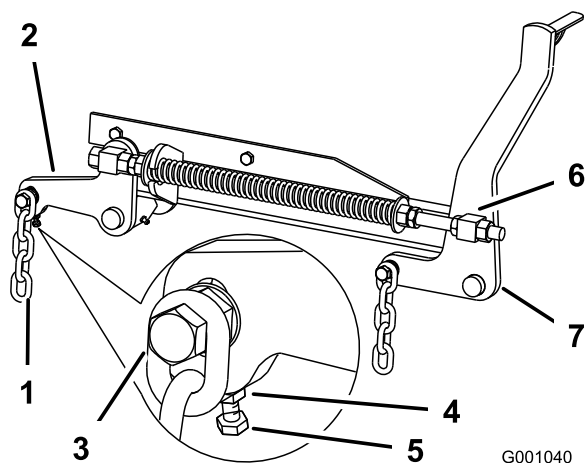

Figure 68
7. Si la distance mesurée au point **B** ou **C** n'est pas correcte, desserrez le boulon de fixation de la chaîne arrière au bras de support arrière (Figure 68).
8. Desserrez l'écrou de blocage sous le bras de support arrière et agissez sur le boulon de réglage de manière à obtenir une distance de 80 à 83 mm (3-1/8 à 3-1/4") (Figure 68).
7. Desserrez d'environ 13 mm (1/2") les écrous de blocage à l'avant des pivots avant gauche et droit (Figure 68).
8. Réglez les écrous de relevage sur les côtés gauche et droit de la machine de manière à abaisser l'avant de 6 à 10 mm (1/4 à 3/8") au point A par rapport au point B à l'arrière (Figure 68).